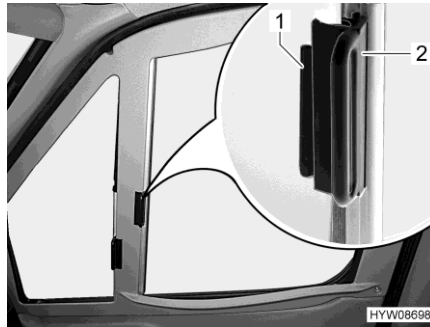

Fig. 26 Tendina oscurante pieghevole (finestrino del conducente/passeggero)
- Con la maniglia (Fig. 26,2) tirare le tendine oscuranti pieghevoli per il finestrino del conducente e del passeggero verso l'altro lato della finestra e congiungerle alle strisce magnetiche.
- Inserire fino all'arresto le tendine oscuranti pieghevoli per il finestrino del conducente e del passeggero per la maniglia (Fig. 26,2).
- Spingere la maniglia (Fig. 26,2) fino al sopralzo (Fig. 26,1).